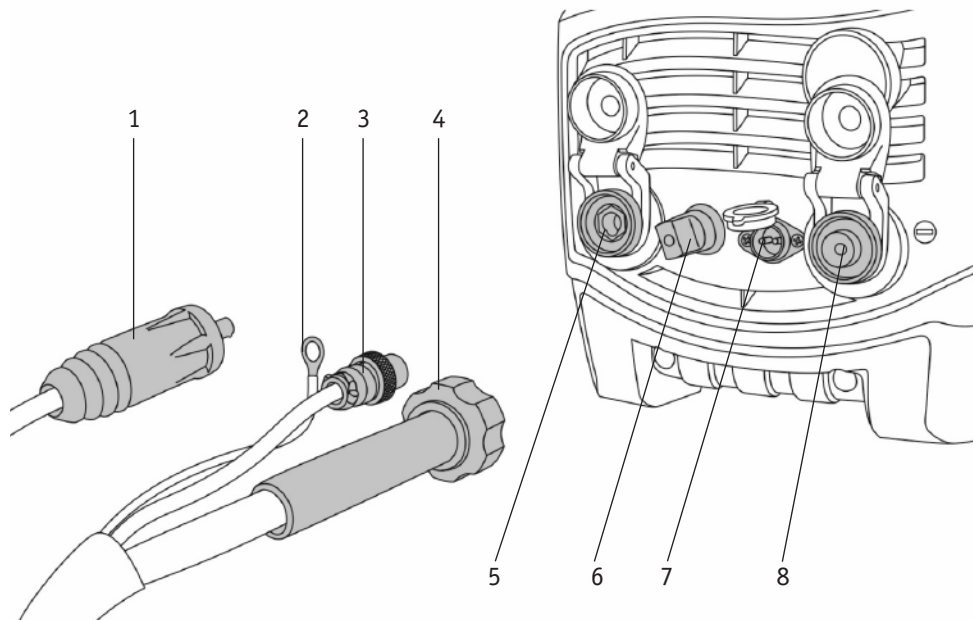

Рис. 7.5.1. Подключение плазморона.
3. Подключите резьбовой разъем плазмотрона к разъему аппарата на передней панели (См. рис. 7.5.1) через резьбовой переходник  $\frac{1}{4}$  (внеш.) – M16x1,5 (внут.), IZT5683, убедитесь в плотной фиксации резьбового соединения. Подключите 2-pin разъем для управления включения плазмотрона в разъем на панели аппарата, подключите провод высокочастотного поджига и зафиксируйте его специальной прижимной шайбой M8.